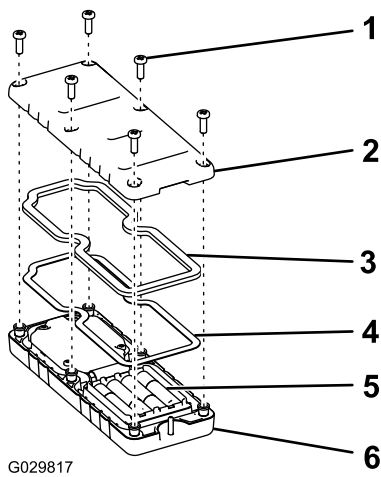

Figure 6
2. Placez chaque pile dans un des emplacements du logement en respectant la polarité (Figure 6).
3. Veillez à bien engager le joint en acier et le joint en caoutchouc dans la gorge de la télécommande puis remettez le couvercle arrière en place (Figure 6).
4. Fixez le couvercle avec 6 vis (Figure 6) serrées à un couple de 1,5 à 1,7 N m.